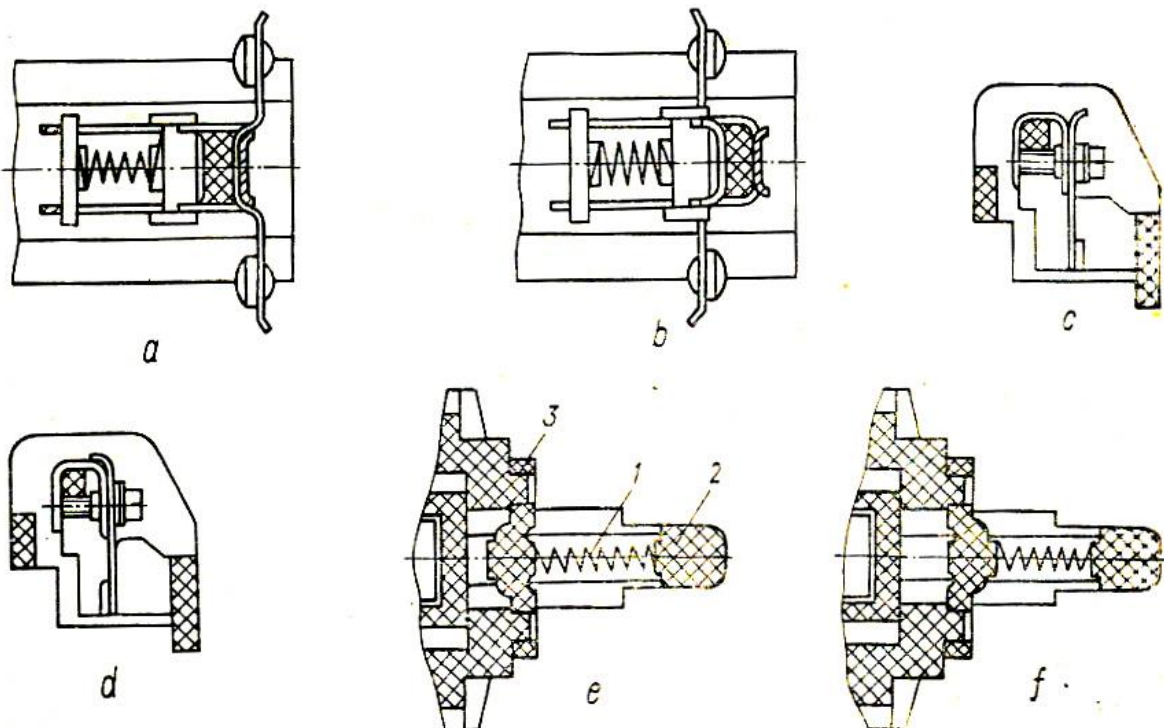

Рис. 3. Контактная система
3.2. Контактная система мостикового типа. Подвижные контакты установлены в траверсе (рис. 3, а, б), а неподвижные контакты
укреплены на колодках (рис. 3, *c, d*), которые установлены на основании реле при помощи крышки и двух подпружиненных металлических скоб.
Возврат подвижной системы в исходное положение происходит под воздействием возвратной пружины (рис. 3, *e, f*) при отключении напряжения.
Изменение состояния производят на тех контактах, конструкция которых соответствует указанным на рис. 3, путем их перестановки.
На рис. 3, а показан контактный мостик в положении, когда он образует замыкающий контакт.
Чтобы перестроить его в размыкающий контакт, необходимо контактный мостик вынуть из траверсы вверх, а затем поставить в положение, показанное на рис. 3, б.
На рис. 3, с показан неподвижный контакт в положении, когда он образует замыкающий контакт.
Чтобы перестроить его в размыкающий контакт, необходимо отвернуть винт, вынуть неподвижный контакт вверх, перевернуть его относительно вертикальной оси на 180° , вставить на место и снова завернуть винт. При этом контакт займет положение, показанное на рис. 3, д.
На рис. 3, е возвратная пружина находится в положении, когда она способна создать провал до двух размыкающих контактов (для 12-контактного реле — до трех размыкающих контактов).
Чтобы возвратная пружина 1 смогла создать провал большего допустимого числа размыкающих контактов, ее необходимо вынуть из контактной траверсы 2, вынуть колодку 3 и повернуть ее на 180° относительно вертикальной оси, поставить колодку и пружину на место. При этом они займут положение, изображенное на рис. 3, ф.